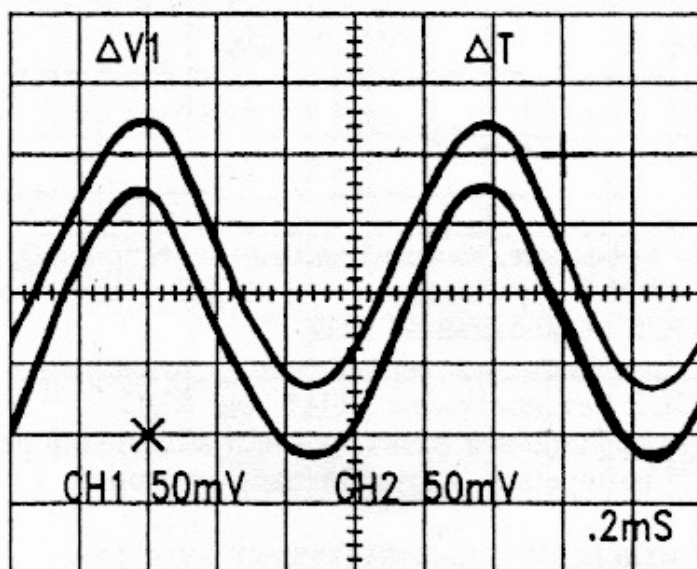

Рис. 4.
8. Отрегулируйте регуляторами $\blacklozenge$ POSITION изображение так, как показано на рис. 4. Вы можете выключить любой канал, установив соответствующий переключатель AC-GND-DC на GND, или установив переключатель VERT MODE на CH1 или CH2.